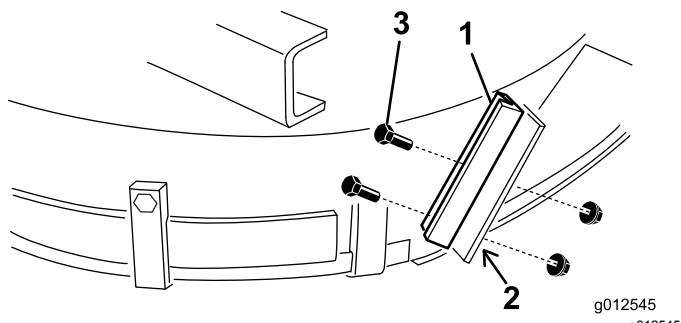

図 17
- 新しいデフレクタストップを型紙として、元の平らなデフレクタストップの上にセットする 図 17。新しいデフレクタストップの底面が面一となっており、デッキ側面に接触し、デフレクタサポートの外側エッジに平行であることを確認する。
- 古いデフレクタストップに新しいデフレクタサポートを取り付けるボルト $\frac{1}{4}$ -20 x $\frac{3}{4}$ " 2本とナットロックナット $\frac{1}{4}$ -20" を使って 図 17 のように取り付ける。